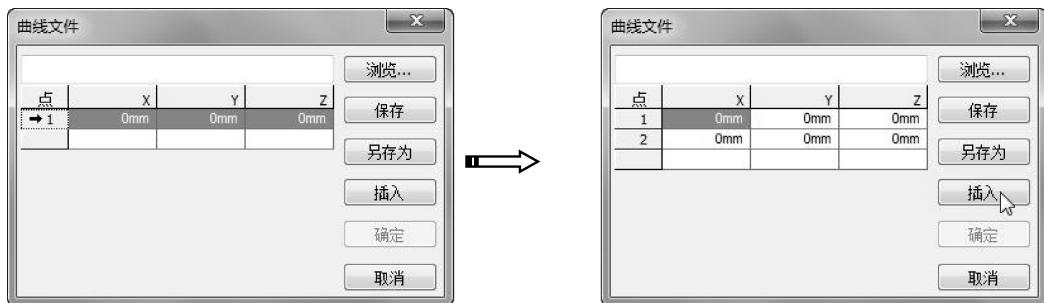

图 4-18 插入新的行
- 插入：当输入了一行坐标值后，选择点下一个数，然后单击【插入】按钮。新的一行插入在所选行之上，如图 4-18 所示。